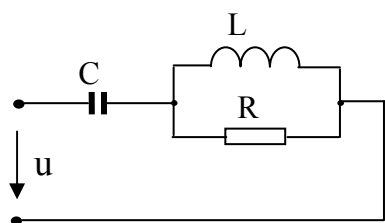

Рис. 2.5.14
2.5.14. В цепи имеет место резонанс напряжений, при этом ток в ветви с конденсатором емкостью  $C=22$  мкФ был равен  $I_C=10$  А. Определить параметры  $R$  и  $L$  элементов схемы (рисунок 2.5.14), если питание цепи осуществлялось от сети с напряжением  $U$ , изменяющимся с частотой  $f=50$  Гц.